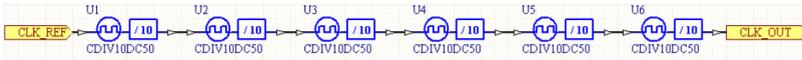

Рис. 38. Делитель с размещёнными секциями компонента и портами
- Поместить 6 секций делителя частоты *CDIV10DC50* из *FPGA Generic.IntLib*, как показано на рис. 38, и указать *Tools | Annotate Quiet* по завершении проекта для установки позиционных обозначений.